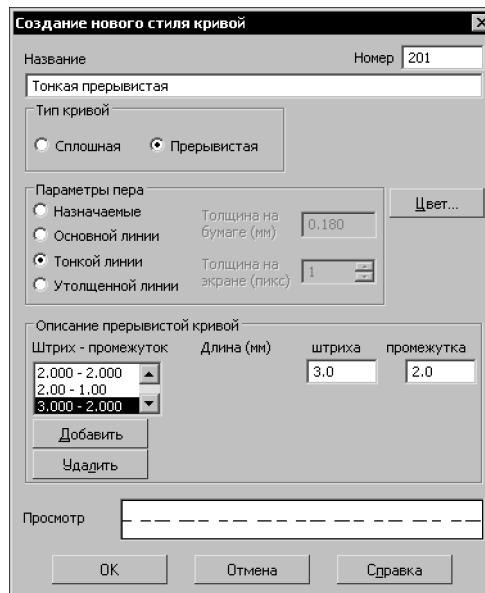

Рис. 131.11. Настройка пользовательского стиля линии
- 9.10. Настройка пользовательского стиля линии завершена (рис. 131.11). Нажмите кнопку **ОК** диалога.